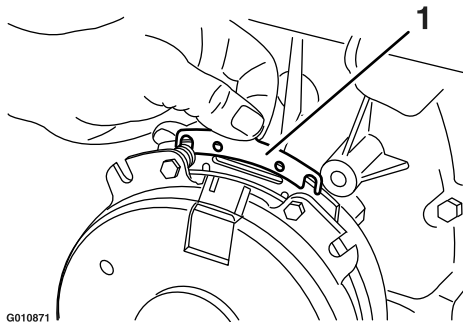

Figure 90
- B. A l'aide d'une pince à becs longs ou avec les doigts, saisissez la languette et déposez la cale (Figure 90).
Cela permet d'assurer un refroidissement et un régime moteur corrects, et réduit les risques de surchauffe et de dommages mécaniques du moteur (Figure 90).